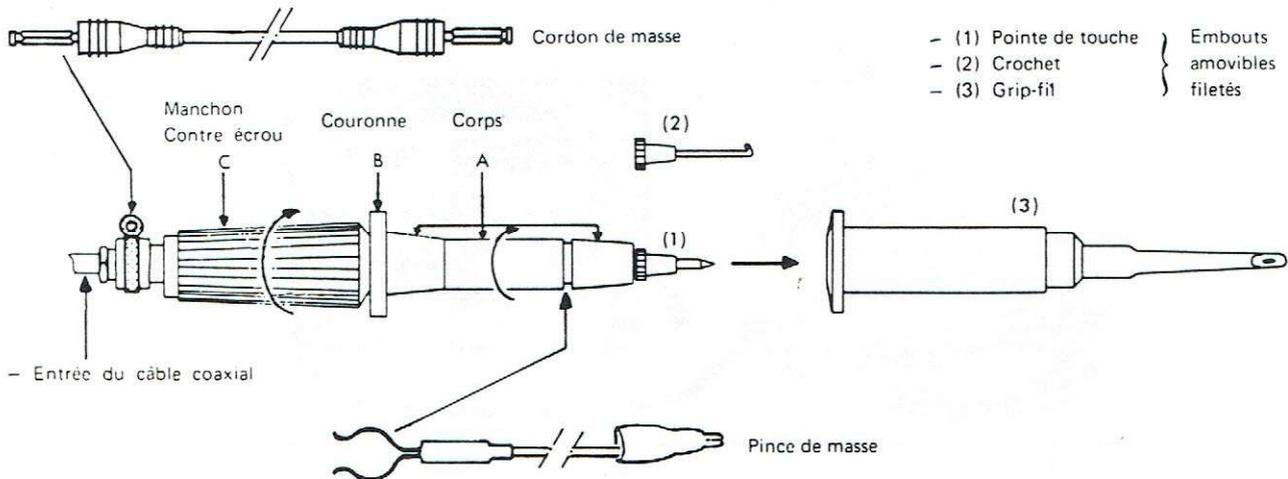

Fig. 12
- Le manchon C sert de contre-écrou, le corps A de la sonde étant solidaire de la couronne B. On choisit l'un des 3 embouts filetés Fig. 12 pour le visser à l'extrémité de la sonde. Le câble coaxial est terminé par une prise UHF mâle. La liaison masse est réalisée par cordon ou pince.
3. 2. 2. – Mise en œuvre et Compensation (voir Fig. 12 et 13)
La compensation étant réalisée, resserrer C en le vissant dans le sens inverse de la flèche représentée Fig. 12, B ne doit plus bouger de la position de réglage "Compensation".
Dévisser à fond C dans le sens indiqué par la flèche représentée Fig. 12 . La couronne B solidaire de A est libre, la tourner à fond dans le sens indiqué par la flèche. La résistance $9\text{ M}\Omega$ et la capacité variable 8 pF sont alors court-circuitées.